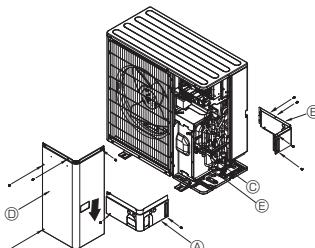

Fig. 5-3
5.3. Kjølemiddelrørlegging (fig. 5-3)
- ① Utfer kjølemiddelrørtilkoblinger for innendørs-/utendørsenhett når utendørsenhettens stoppventil er helt lukket.
- ② Vakuumbøl luft fra innendørsenhettene og tilkoblingsrørleggingen.
- ③ Etter tilkobling av kjølemiddelrørene kontroller tilkoblede rør og innendørsenhettene for gasslekkasjer. (Se 5.4 Kjølemiddelrør lufttettethetsfestningsmetode)
- ④ Et høyttelses vakuumpumpe brukes ved stoppventilens serviceport for å opprettholde et vakuum i passende tid (minst én time etter å ha nådd -101 kPa (5 Torr)) for å kunne vakuumerke innside rørene. Kontroller alltid vakuumgraden ved målemanifoldet. Hvis det er noe fuktighet igjen i røret, oppnås vakuumgraden noen ganger ikke med korttids vakuumbruk.